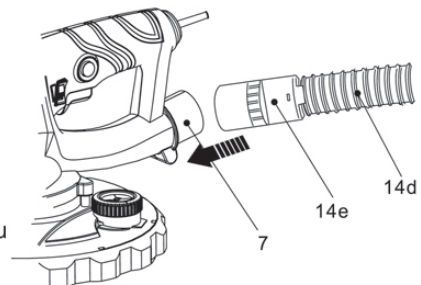

Fig.4
- > Aliniați și atașați conectorul furtunului de vid (14e) la evacuarea de extragere praf (7) până la opritor (Fig. 4).
- > După operațiune, țineți și trageți conectorul furtunului de vid (14e) de pe conexiunea de extragere praf (7) pentru a îndepărta furtunul de vid (14d) / sacul de praf (14) de pe produs.